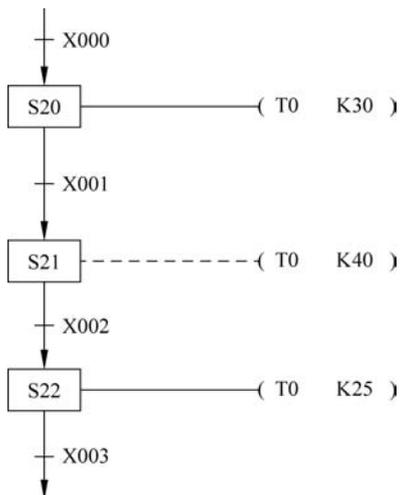

图 5-20 T 的双线圈问题
(4) 由于在一个扫描周期内,可能会出现两个状态同时动作,因此在相邻两个状态中不能出现同一个定时器,否则指令相互影响,定时器可能无法正常工作,如图 5-20 所示。